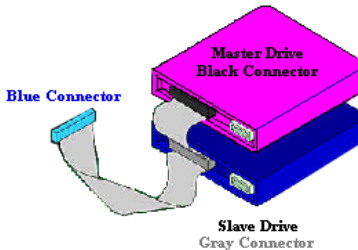

Figure 2-2. Comment brancher une nappe ATA/66 sur la carte IDE RAID
- Chaque connecteur de la nappe Ultra ATA/66 possède un petit détrompeur de polarisation situé sur la partie centrale du connecteur en plastique. Ceci permet de repérer l'orientation de branchement (pin #1 sur pin #1). Veuillez vous référer à la figure 2-2.